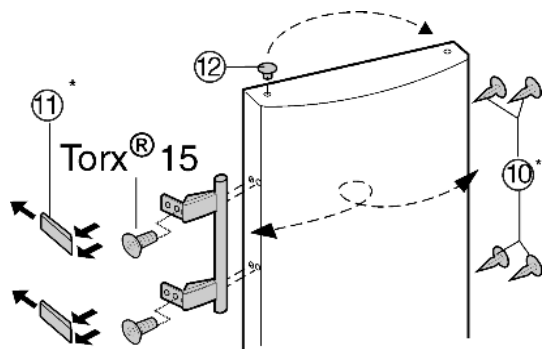

Fig. 7
- ▶ Vyjměte zátku Fig. 7 (12) z pouzdra ložisek dveří a přemístěte je.
- ▶ Odmontujte kliku dveří, zátku Fig. 7 (10) a krycí destičky Fig. 7 (11) a nasad'te na druhou stranu.